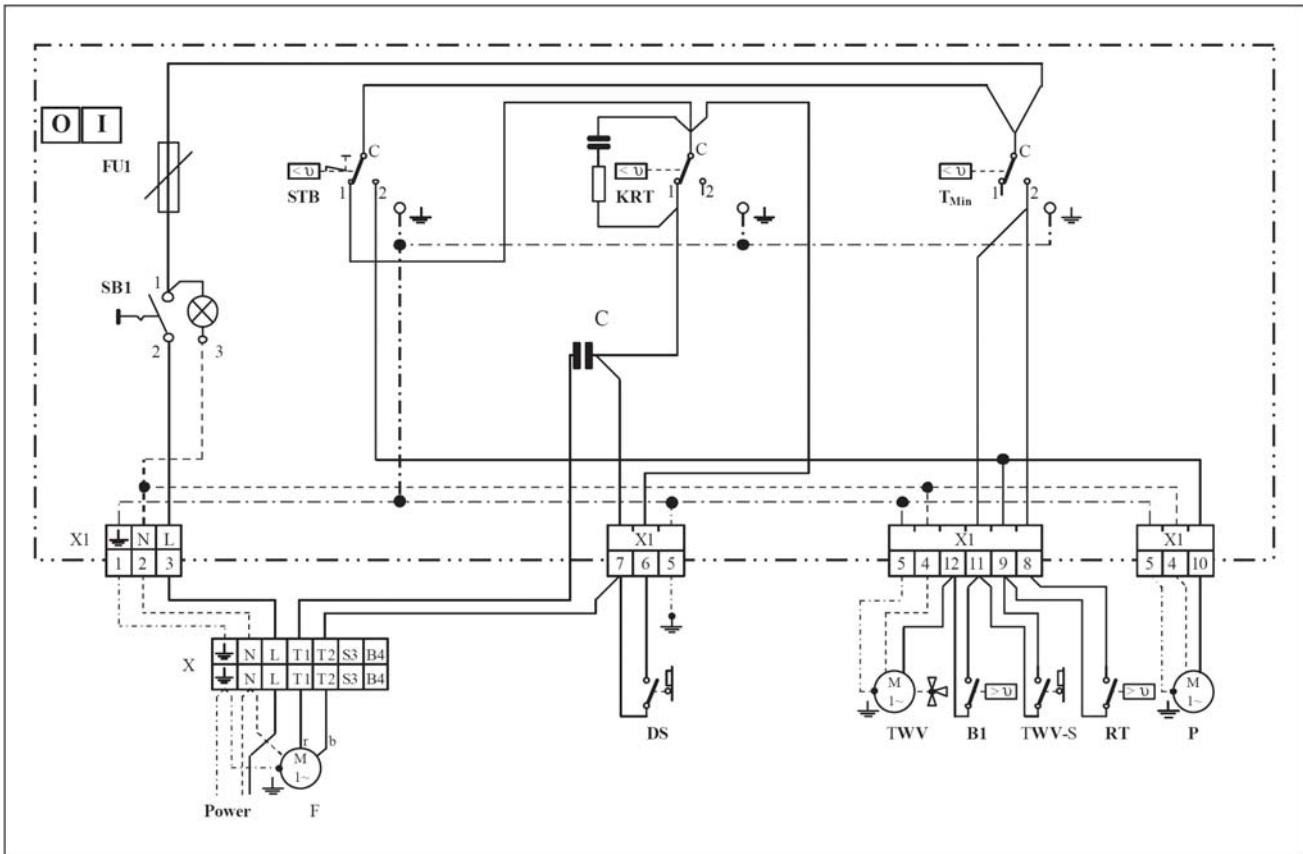

Рис. 19 Електрична схема
- Підключіть кабель від вентилятора-димососа (електричний штекер на тильній стінці) до регулювального приладу згідно з електричною схемою (→ Рис. 19, стор. 22).